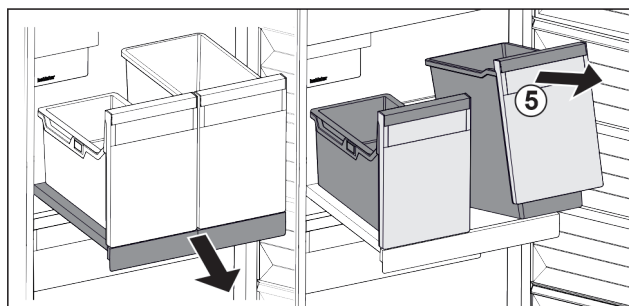

Fig. 139
- Nádobu Fig. 139 (5) vpředu nadzvedněte.